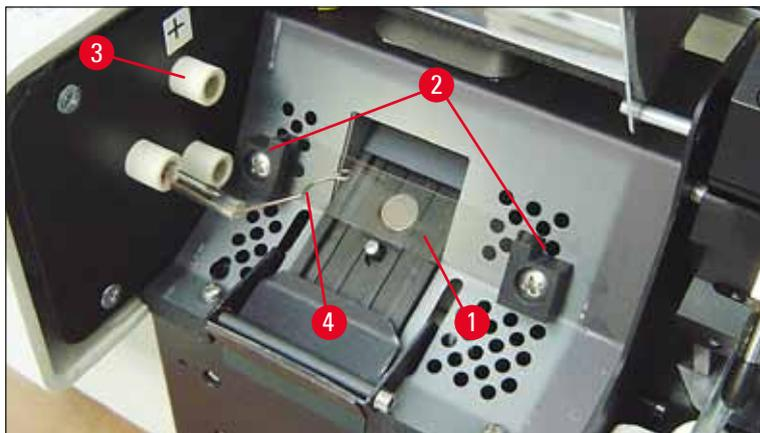

Рис. 20
5. Следите за тем, чтобы контактная пружина (→ "Рис. 19-2") отсоединилась от запальной нити (→ "Рис. 20-4") лампы (см. также (→ "Рис. 20") и (→ "Рис. 21-1")).